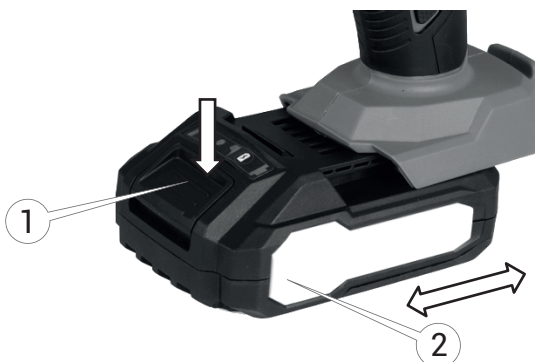

Рисунок 6. Встановлення та зняття акумуляторної батареї.
3. Для встановлення акумуляторної батареї поєднати виступ на акумуляторній батареї з напрямною в корпусі виробу та вставити її (2, рис. 6) повністю на місце (12, рис. 1) приєднання, поки вона не зафіксується на місці з невеликим клацанням.
4. Для заняття акумуляторної батареї натиснути на кнопку (1, рис. 6) на передній частині акумуляторної батареї та зняти її (2, рис. 6) з місця (12, рис. 1) приєднання.